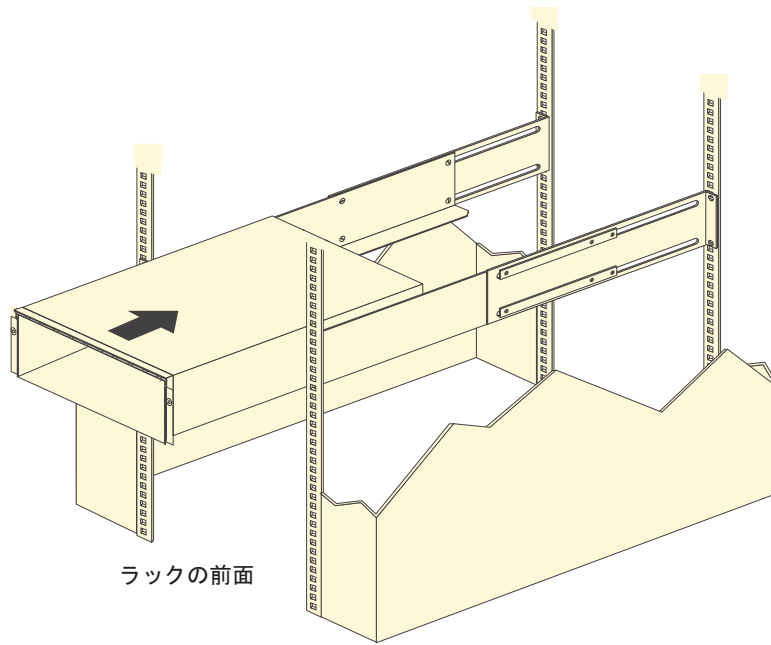

図 12. EXP520 の取り付け
- b. もう 1 人の手を借りて、ストレージ拡張エンクロージャーの後部をサポート・レールの上に乗せ、32 ページの図 12 に示すように、装置をスライドさせてラックに入れます。